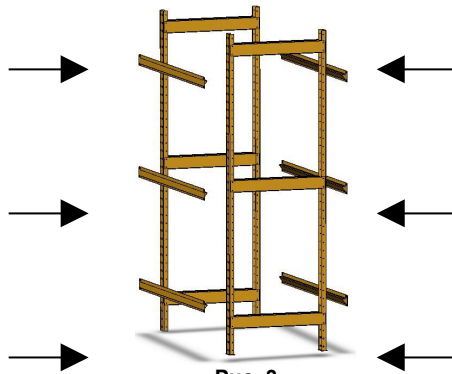

Рис. 3
3. Соединить 2 собранные конструкции между собой несущими балками с помощью винтов М10, пружинных шайб d10 и гаек М10 (Рис.3).